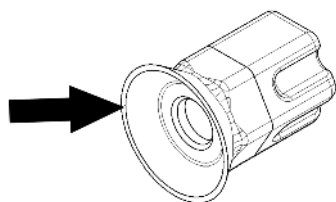

figure 20
**2 Tous les mois :** vérifier l'usure de la garniture du joint hexagonal. S'il est usé, remplacer le joint par une pièce de rechange d'origine fournie par le fabricant (voir figure 20).